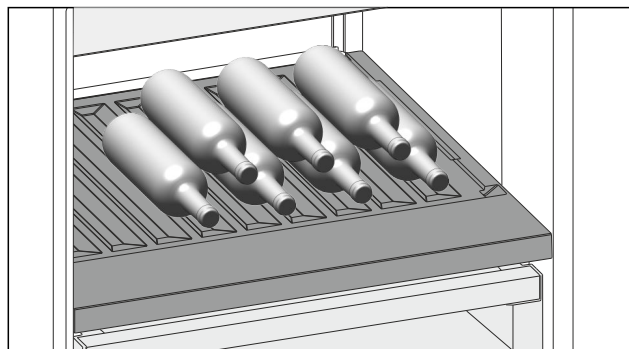

Fig. 126
- Wkładać butelki dnem ustawionym do tyłu, w kierunku ścianki tylnej. (patrz Fig. 126)